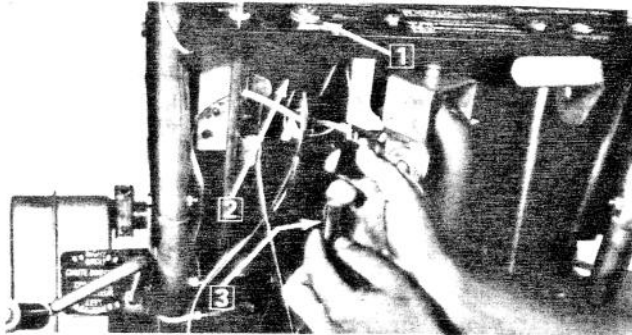

Figure 10
21. Raccordez la fiche de la tresse de câblage au commutateur d'allumage (Fig. 10).
22. Raccordez la fiche plus petite sur la tresse à la fiche existante sur le tableau de commande (Fig. 10).